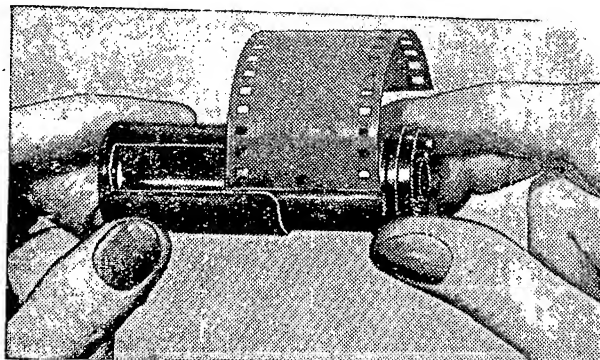

Рис. 11
5. Вставить внутренний цилиндр в наружный, оставив конец пленки свободно торчащим из прореза (рис. 11).